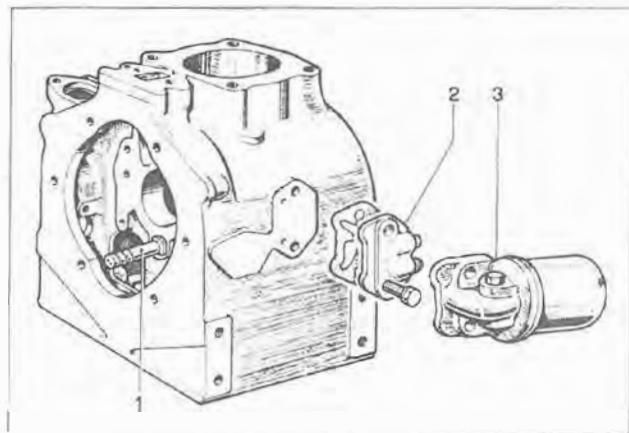

Fig. 56
- Montare il perno ingranaggio regolatore (1) sul basamento. Serrare dall'interno il dado di bloccaggio a 4 kgm. (LDA 91-96-97-100-820-L10-L14) 3,5 kgm. (LDA 75-80-450-451-510-L6-L8) (fig. 56).
- Collegare il filtro olio se previsto (3) o chiudere i fori con flangia e bulloni (2).
- Mount governor gear shaft (1) on crankcase. Tighten unit from inside to 4 Kgm (LDA 91-96-97-100-820-L10-L14), 3,5 Kgm (LDA 75-80-450 -451-510) (Fig. 56).
- Connect oil filter if provided for (3) or close holes with flange or bolts (2).
- Monter l'axe de l'engrenage du régulateur (1) sur le bâti. Serrer de l'intérieur l'écrou de blocage à 4 Kgm (LDA 91-96-97-100-820-L10-L14), 3,5 Kgm (LDA 75-80-450-451-510-L6-L8) (fig. 56).
- Raccorder le filtre à huile, s'il est prévu (3) ou obturer les orifices avec flasque et vis (2).